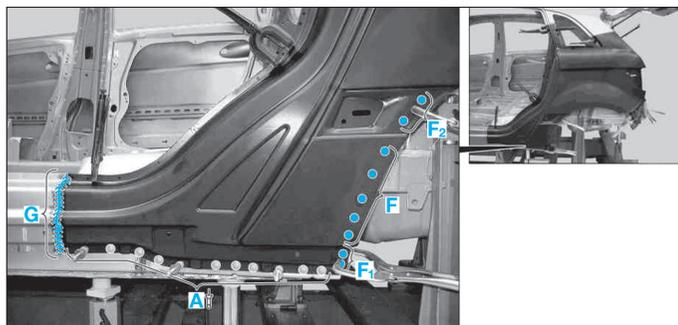

FIG. 104
- Souder l'aile arrière, zones (E) et (E₁).
- Riveter l'aile arrière (rivet Polygrip à tête plate, tête ronde de Ø 6,4 x 14 mm) dans la zone (A) (Fig.104).